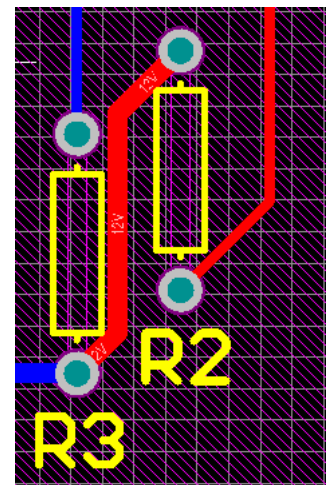

Figure 34. Repositioning components to resolve violations with other 3D bodies.
3. **R2** の新しい位置でトラックを再配線します。結果は Figure 34 のようになります。